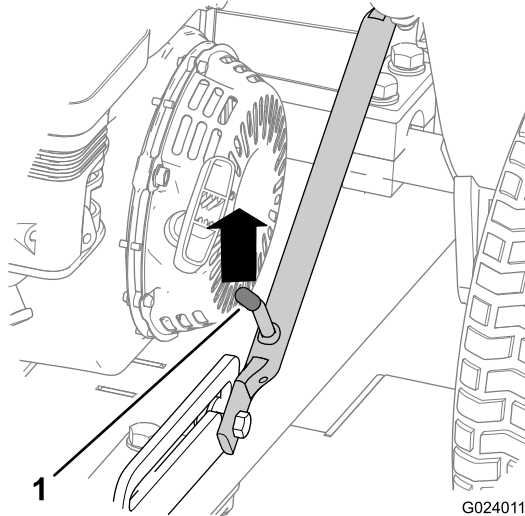

Bild 7
- Drücken Sie die Anbauvorrichtung nach oben, bis der Sperrhebel aus der Gleitarretierung entriegelt ist (Bild 7).